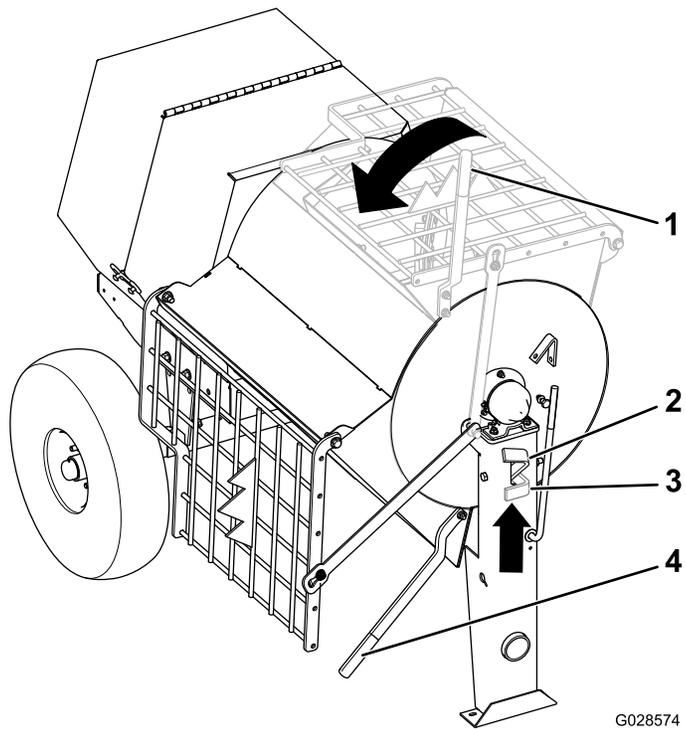

Figura 31
- Sujete la palanca de volteo con la mano izquierda (Figura 31).
3. Levante la manija del pestillo del tambor (Figura 31).
4. Con ambas manos en la palanca de volteo, gírela en sentido antihorario para descargar el contenido del tambor (Figura 31).
5. Gire la palanca de volteo en sentido **horario** hasta que el pestillo del tambor bloquee el tambor en la posición vertical (Figura 31).